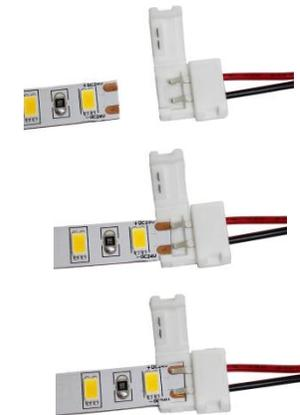

Bild 3
- Benutzen Sie zum Anschluss der Leiterplatte die separat erhältlichen Einspeisungs-/Verbindungselemente (Bild 3) oder eine Lötverbindung.
- Use the separately available power feed/fasteners (Figure 3) or a solder to connect the PCB